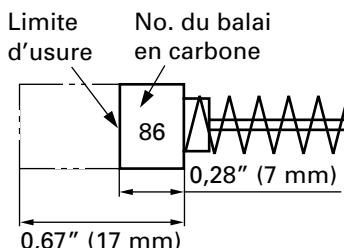

Fig. 7
3. Contrôle des balais en carbone (Fig. 7)
REMARQUE: Utiliser le balai en carbone HITACHI No. 86 indiqué sur la Fig. 7.